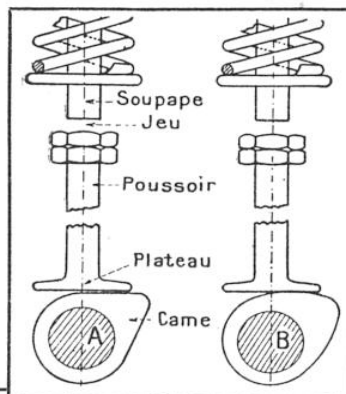

FIG. 1. — COMMENT ON DIMINUE LE BRUIT DE L'ATTAQUE D'UNE SOUPAPE PAR LE POUSSOIR
La Voie Lactée a la forme d'un disque très plat, tel qu'une pièce de cent sous (ses dimensions transversales ont été grossies sept fois pour la clarté du dessin). La place du Soleil y est nettement indiquée ; le petit cercle qui l'entoure représente une sphère de 700 années-lumière de rayon : toutes les étoiles, dites de « première grandeur » (fig. 10), sont à l'intérieur de cette sphère ; on se rappellera également (fig. 1 et 2) qu'en France nous voyons constamment Deneb (1), souvent Betelgeuse, rarement Antares et jamais Canopus. Le centre de la Voie Lactée se situe dans la constellation du Sagittaire, où, d'après la loi de Newton, la matière, particulièrement dense, fait beaucoup plus de tours que les bords. Le Soleil met 250 millions d'années pour décrire une orbite quasi circulaire, centrée sur le Sagittaire et perpendiculaire au plan de la figure 12 ; il a d'ailleurs — comme toutes les étoiles — un mouvement propre, qui se superpose à la rotation globale de la Voie Lactée.
sous le nom de *bruit de taquet*, est diminué par un tracé convenable du profil des comes grâce auquel la vitesse du taquet à l'attaque est réduite au minimum compatible avec d'autres conditions que l'on doit également observer (fig. 1).